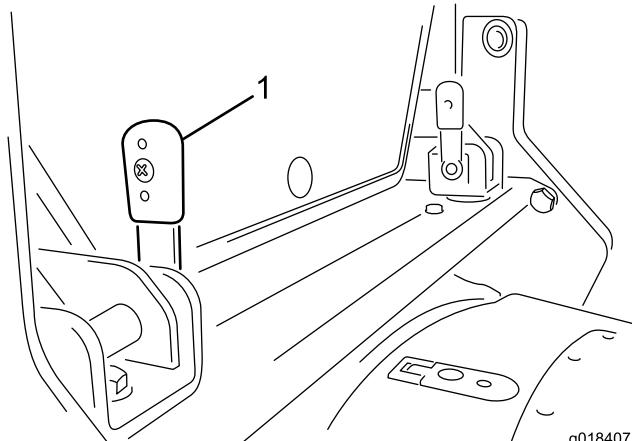

Figure 12
1. Tournez vers le haut les deux leviers de verrouillage situés sur la traverse à l'arrière de la cabine (Figure 12).
3. Les leviers étant en position verticale (Figure 12), poussez-les à travers les supports. Il faudra éventuellement agiter les leviers latéralement dans le supports pour aligner les ergots de verrouillage dans les fentes.